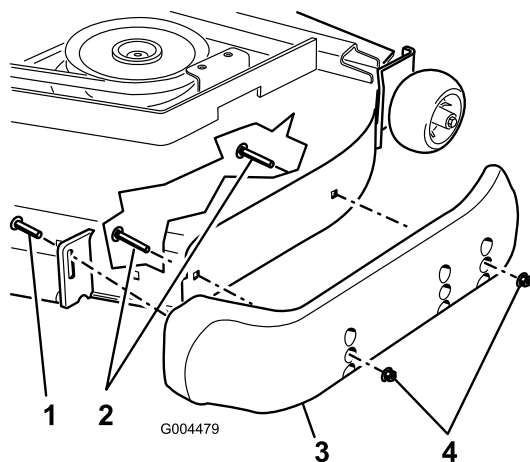

図 7
3. 各スキッドの前にあるねじをゆるめる。ガーディアンデッキにはスキッドが2本、側方排出デッキにはスキッドが1本ある 図 7。